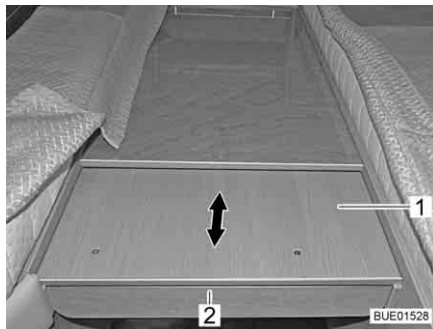

Bild 118 Dra ut sängbreddningen
- Ta tag under panelen (Bild 118,2) och dra ut förlängningen (Bild 118,1) så långt det går.